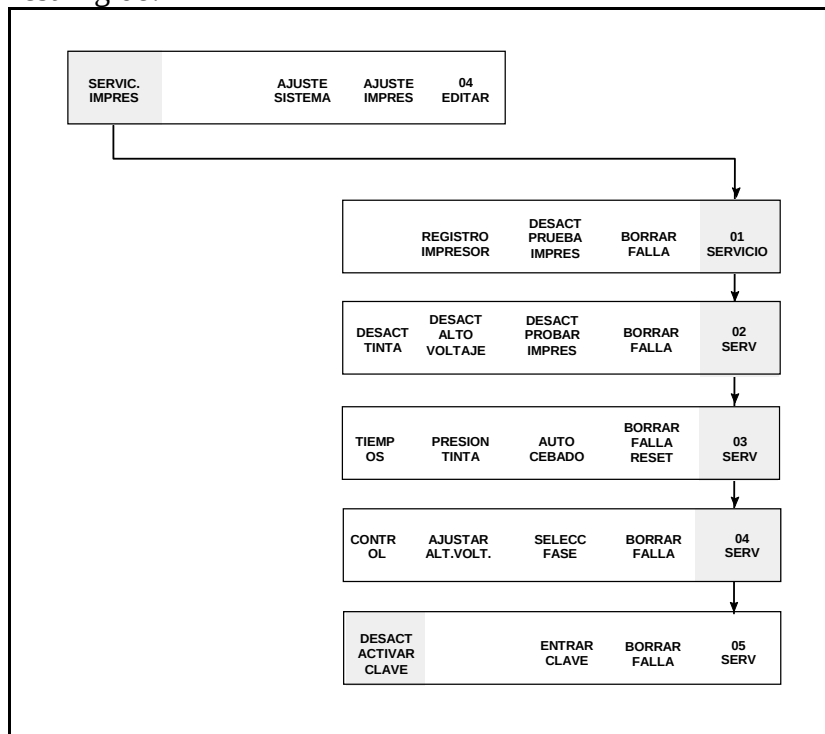

Figura 5-14. Acceso al Marco <05 SERVICIO>
1. Comience en el Marco <05 SERVICIO>. Vea la Figura 5-14.